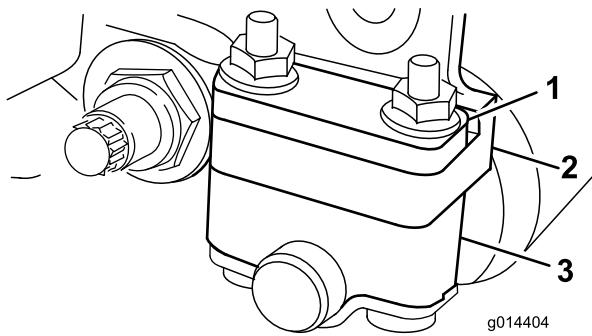
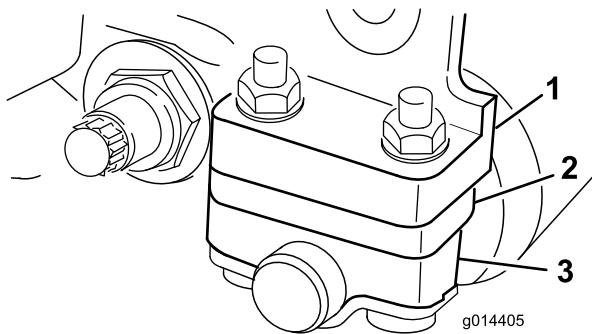

Figura 12
Figura 13
- Regolate le staffe del rullo posteriore (Figura 12 o Figura 13) in posizione bassa o alta in funzione dell'intervallo in cui rientra l'altezza di taglio desiderata.
Con un range di altezze di taglio da 1,6 a 6 mm collocate il distanziale sopra la flangia di montaggio della piastra laterale (impostata in fabbrica) (Figura 12).
Collocate il distanziale sotto la flangia di montaggio della piastra laterale se l'altezza di taglio è compresa tra 3 mm e 25 mm (Figura 13).